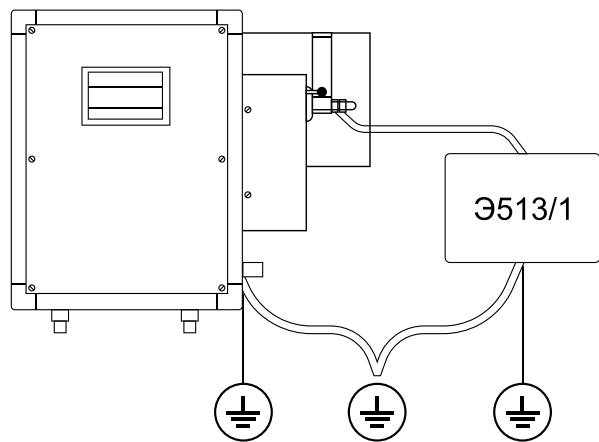

Рисунок 13
8.1.4 Проверку калибровки миллиамперметра и установки тока защиты проводите следующим образом (рисунок 13):